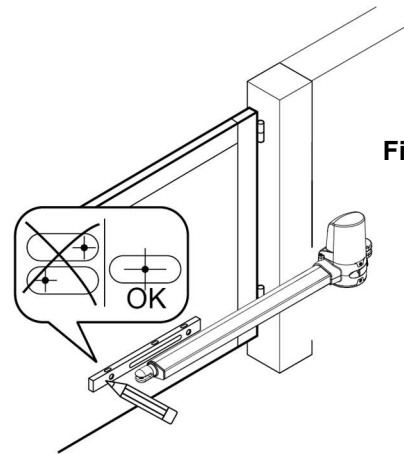

Figure 3
4. Monter l'étrier avant sur la fixation avant du moteur (**figure 3**).
3. Fixer votre coffret électronique sur le mur. (**figure 3**)